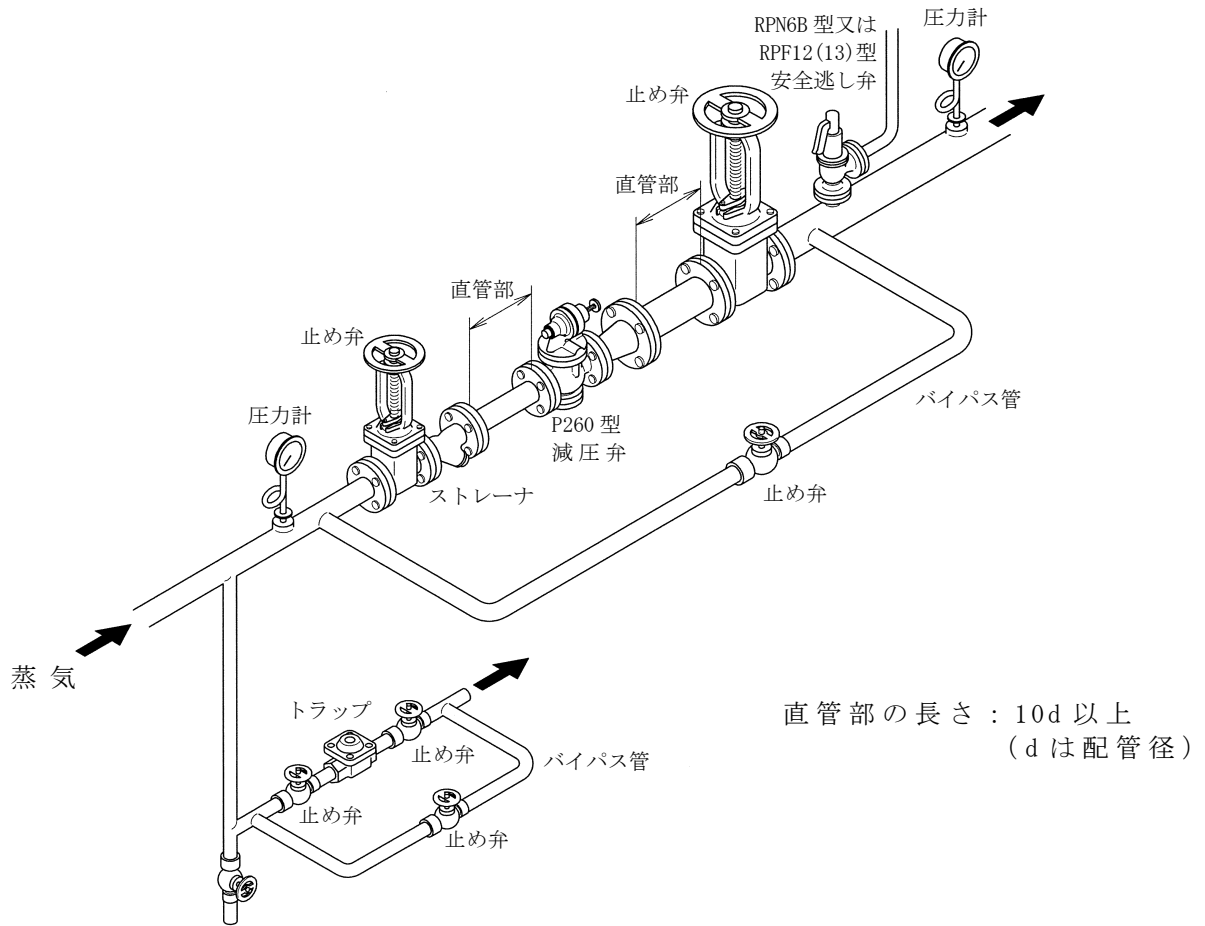

図 2 配管例図
<ul style="list-style-type: none">● 減圧弁は、最初の通気時の安全のために、未設定で納入します。 ご指定により設定して納入することもできますが、いずれの場合も最初の通気時は、慎重にゆっくりと実施してください。● 配管に際しては、減圧弁の弁箱の矢印と蒸気の流れ方向を必ず一致させて水平配管に垂直に取付けてください。また、図 2 の配管例図に示すように、止め弁、ストレーナ、安全逃し弁、圧力計、バイパス管及びスチームトラップを必ず設けてください。なお、減圧弁の前後にはできるだけ 10d 以上(d : 配管径 mm)の直管部を設け、二次側流速が 30 m/s を超える場合にはレジューサを取付け二次側配管の拡大を
- 3.1 配管に際しては、減圧弁の弁箱の矢印と蒸気の流れ方向を必ず一致させて水平配管に垂直に取付けてください。また、図2の配管例図に示すように、止め弁、ストレーナ、安全逃し弁、圧力計、バイパス管及びスチームトラップを必ず設けてください。なお、減圧弁の前後にはできるだけ10d以上(d:配管径mm)の直管部を設け、二次側流速が30 m/sを超える場合にはレジューサを取付け二次側配管の拡大をお勧めします。安定で性能の良い減圧装置とする為、ストレーナ、安全逃し弁、スチームトラップもフシマン製品をお使いください。